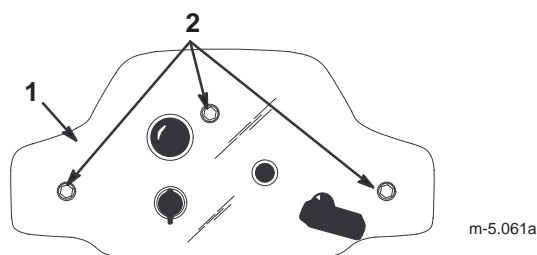

Figure 24
3. Enlevez les trois vis qui fixent le panneau de commande au carter (Fig. 24).